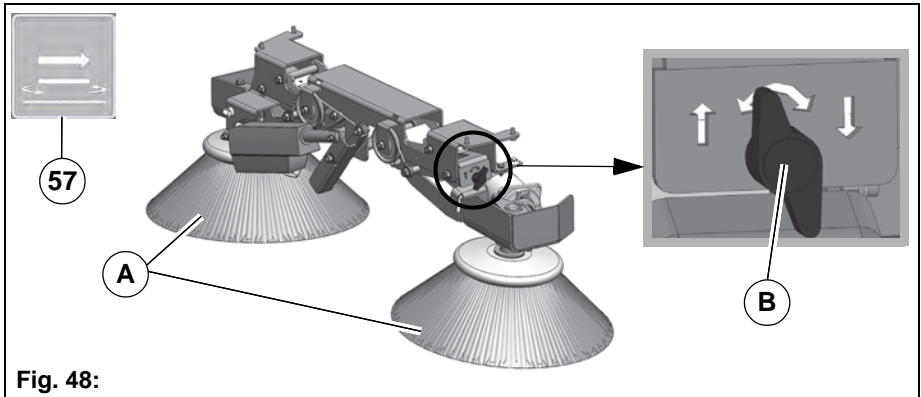

Fig. 48:
Skråstillingen av sidekostene **Fig. 48-A** er forhåndsinnstilt fra fabrikk og kan ikke endres.
3. Drei vingemuttere **Fig. 48-B** på begge sider så langt til høyre som mulig, inntil 1/3 av sidekostomfanget ligger på bakken.